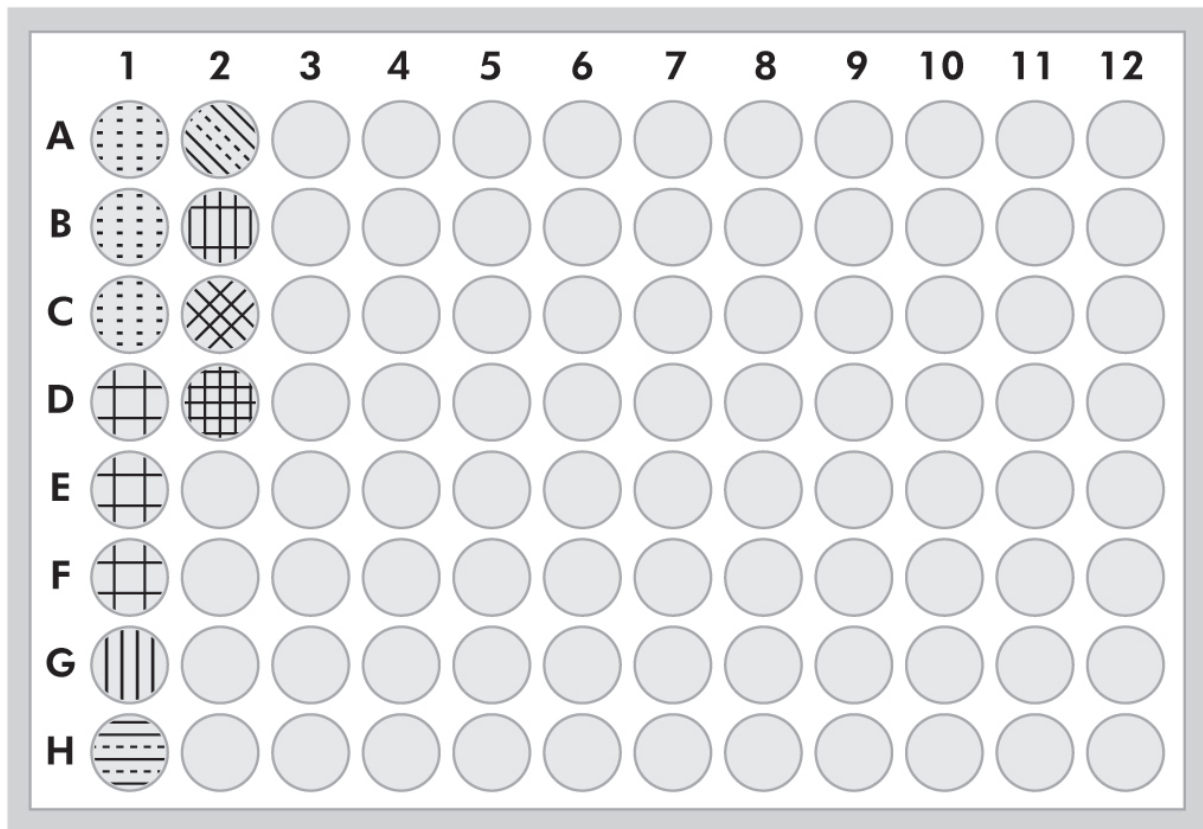

Figura 1. Posizione dei controlli e dei campioni sulla micropiastra.
- I controlli e in campioni sono analizzati in una configurazione a colonna con 8 pozzetti della micropiastra. Completare il "Foglio di lavoro di registrazione dei dati del test" registrando gli ID di tutti i controlli e i campioni richiesti nelle posizioni dei pozzetti della micropiastra. Per ciascun test, i controlli devono essere analizzati nelle seguenti posizioni sulla micropiastra (vedere la Figura 1 seguente):